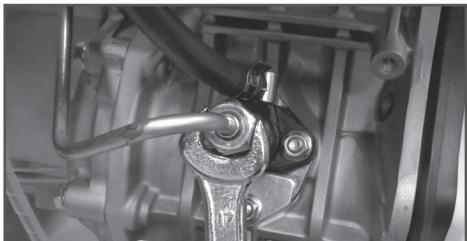

Рис. 12 Удаление воздуха из топливного насоса
6. Рожковым ключом 17 мм открутите гайку крепления топливной трубы высокого давления на 1,5-2 оборота (Рис. 12). Поместите под выходным штуцером топливного насоса высокого давления кусок ветоши.